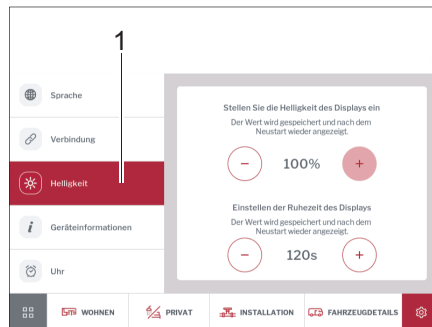

Bild 284 Helligkeit
- Auf Schaltfläche *Helligkeit* (Bild 284,1) tippen.